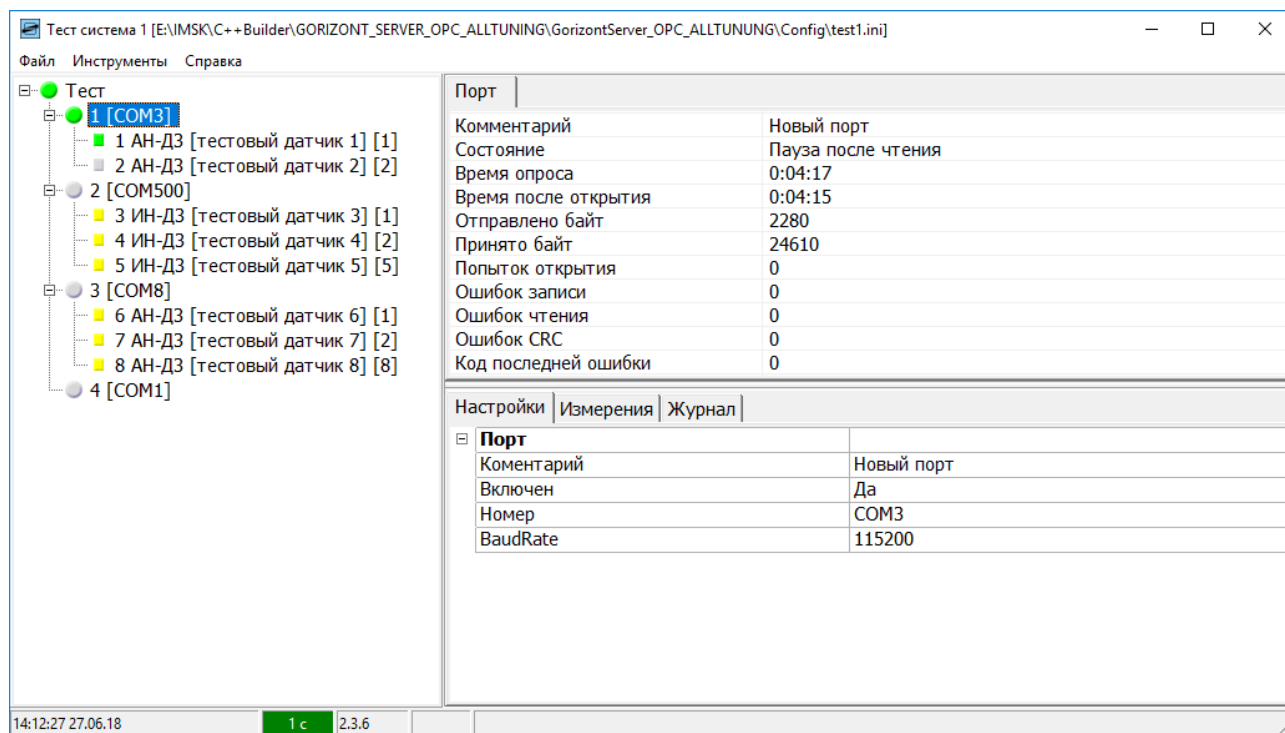

Рисунок 2.3
2.4 Вкладка <Порт> панели показаний и состояний доступна, если на панели дерева выделен элемент <COMXXX>, и отображает состояние выделенного порта (рис. 2.3).
2.7 Вкладка <Настройки> информационной панели отображает информацию об настройках COM-порта, если на панели дерева выделен элемент <COMXXX> (рис.2.3) и содержит следующие записи: